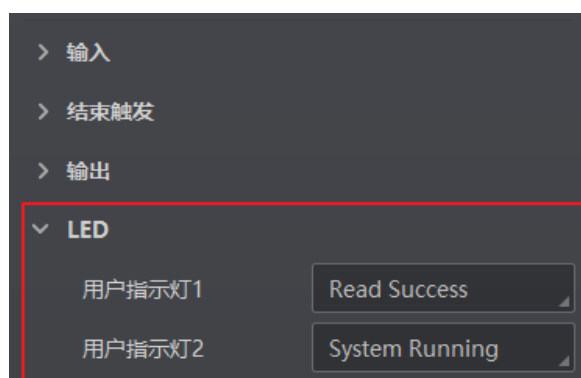

图3-69 进入属性树
1. 进入“输入输出”模块，展开“LED”进行指示灯设置，如图 3-69 所示。